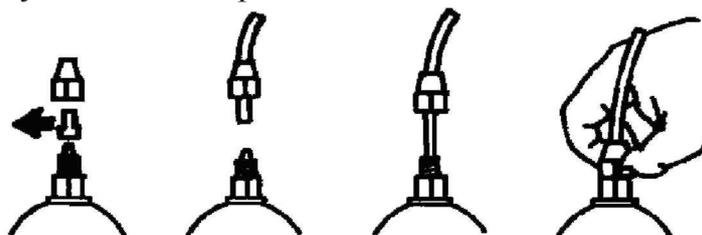

Рис. 7
e. С двух штуцеров снять защитные колпачки, на соединители натянуть шланги, толкая их прямо к месту посадки, а затем - зафиксировать их подходящими гайками для трубок. (Рис. 7)